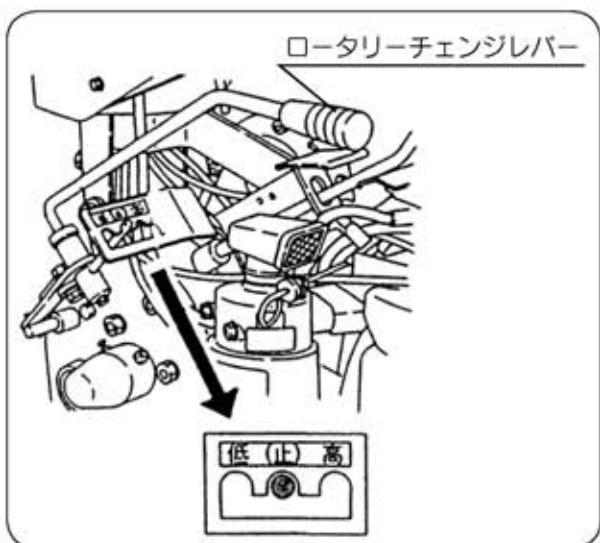

図5
- ② ロータリーチェンジレバーを [止] の位置にします。 (図5)